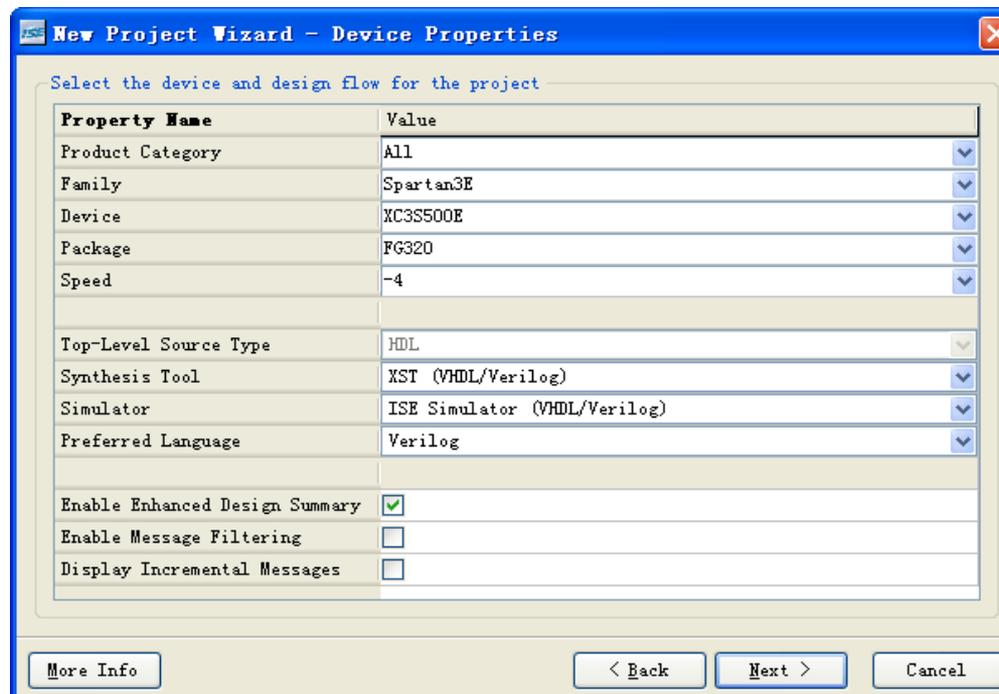

图10 新建工程器件属性配置表
- 然后点击“Next”进入下一页，选择所使用的芯片类型以及综合、仿真工具。计算机上所安装的所有用于仿真和综合的第三方EDA工具都可以在下拉菜单中找到，如图10所示。